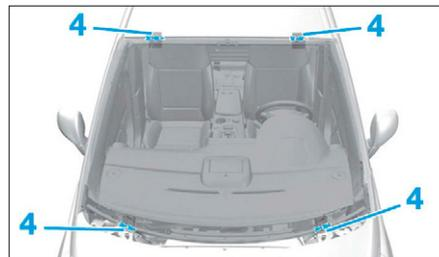

FIG. 2
- Repérer la position du pare-brise par rapport à la caisse à l'aide des rubans adhésifs (4) (Fig.2).
- Positionner le pare-brise par rapport au x rubans adhésifs (4) (Fig.2).